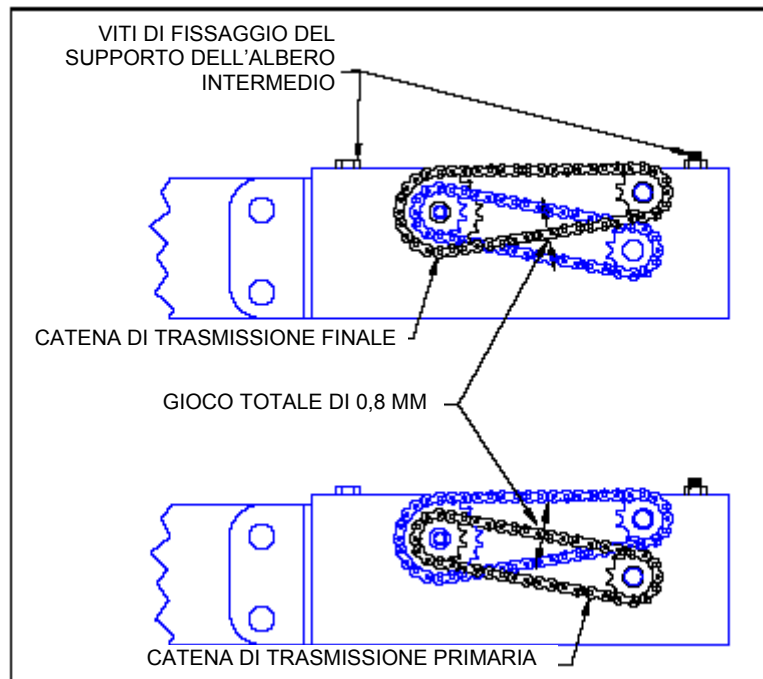

FIGURA 4-18: REGOLAZIONE DEL GIOCO DELLA CATENA DI TRASMISSIONE
- 2) Consultare la **Figura 4-18**. Allentare le viti di fissaggio del supporto dell'albero intermedio al carrello. La vite anteriore è accessibile dalla parte superiore del sollevatore, mentre a quella posteriore si accede attraverso lo sportello di manutenzione (per sostenere il dado, usare una chiave fissa sopra il supporto di montaggio dell'albero intermedio).
- 5) Consultare la **Figura 4-18**. Regolare la tensione della catena per ottenere un gioco di 0,8 mm nella separazione superiore.